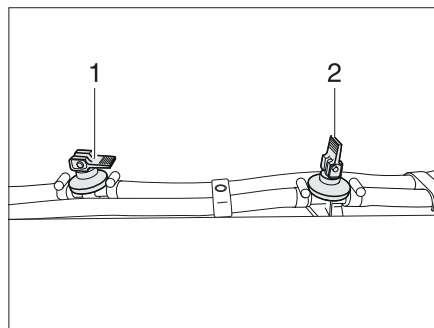

Bild 377 Ablasshahn
- Alle Ablasshähne schließen. Dazu den Kipphebel (im Bild 377,1) waagrecht stellen.